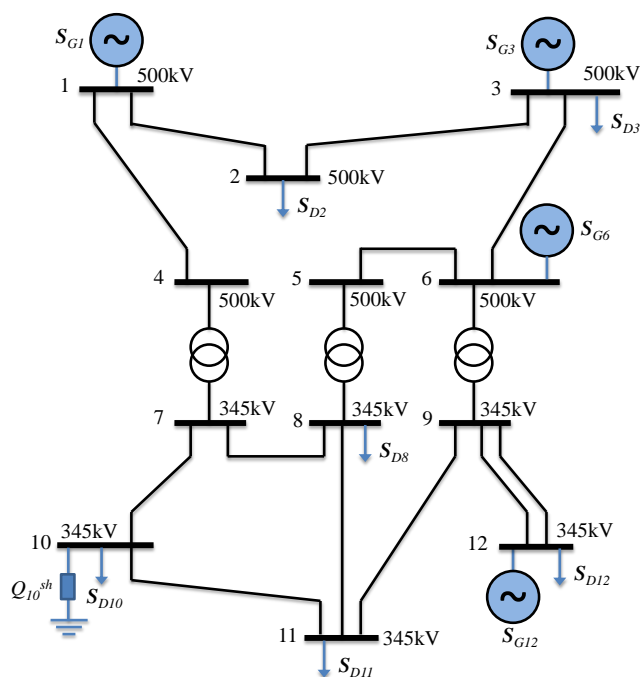

Figura 1 – Sistema para EC3.
1. Considere o sistema da Figura 1 operando de acordo com o novo cenário definido no arquivo de dados de entrada disponibilizado (“*dados_sistema12B_EC3_CasoBase.txt*”). Note que o ponto operativo neste cenário é diferente daquele considerado no EC1 e EC2. Para este novo cenário, considere ainda um contexto de planejamento da operação e que uma das linhas de transmissão (LTs) que ligam as Barras 9 e 12 precisa ficar indisponível para realizar uma manutenção, por solicitação da concessionária de transmissão. **Sem uma das LTs 230kV 9-12**, avalie o desempenho do sistema em relação ao que está disposto no item 2.2.4.1.1. do Submódulo 2.3 dos Procedimentos de Rede do ONS¹, de Premissas, critérios e metodologia para estudos elétricos. Considere contingências apenas para LTs e transformadores.